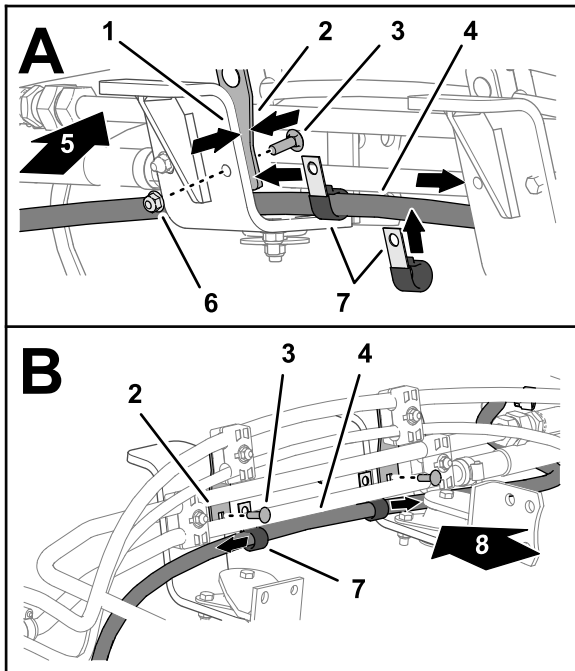
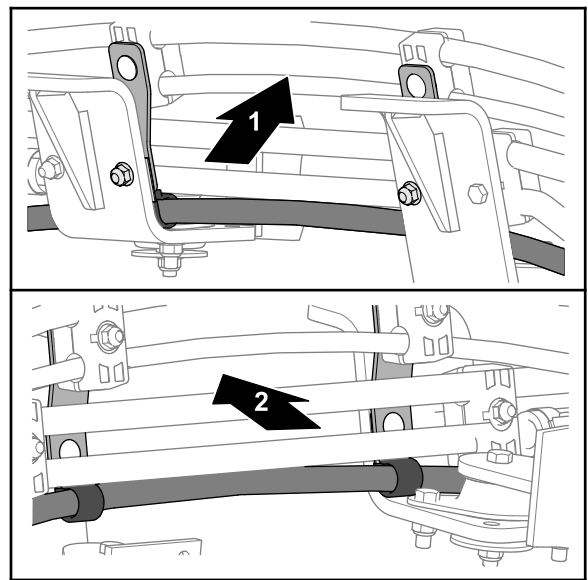

Figura 130
Figura 131
1. Enrute la manguera de retorno del depósito de 6 mm x 2819 mm (¼" x 111" – orificio EF de la válvula de dirección EHI) por la parte superior de los soportes de montaje derechos del motor (Figura 130).
2. Monte las 2 abrazaderas en P en la manguera como se muestra en la Figura 130.
3. Alinee las 2 abrazaderas en P entre las placas de montaje de las abrazaderas y los soportes de montaje del motor (Figura 130).
4. Sujete las placas de montaje de las abrazaderas y las abrazaderas en P a los soportes de montaje del motor (Figura 130 y Figura 131) con los 2 pernos de cuello cuadrado (5/16" x 1") y 2 contratuercas con arandela prensada (5/16").